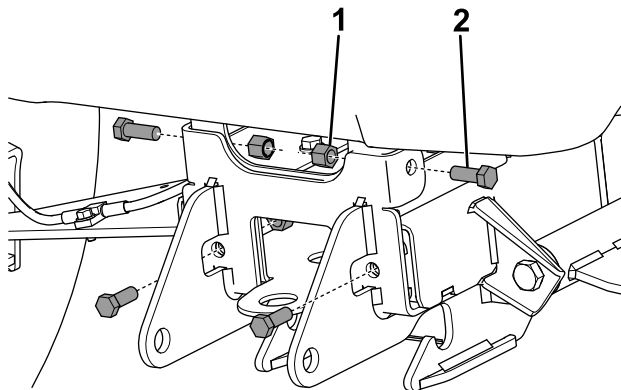

Figure 3
4. Fixez la plaque de protection du chasse-neige au cadre du véhicule en insérant 4 boulons et 4 contre-écrous dans les trous percés à l'opération 2, et en les serrant à la main (Figure 3).